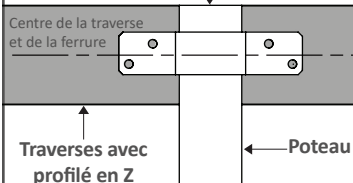

Fig. 21
2. Fixez la traverse avec profilé en Z aux ferrures et poteaux avec les vis autoperceuses n° 14 de 0,25 po x 1,25 po [6 mm x 32 mm], comme illustré à la fig. 21.